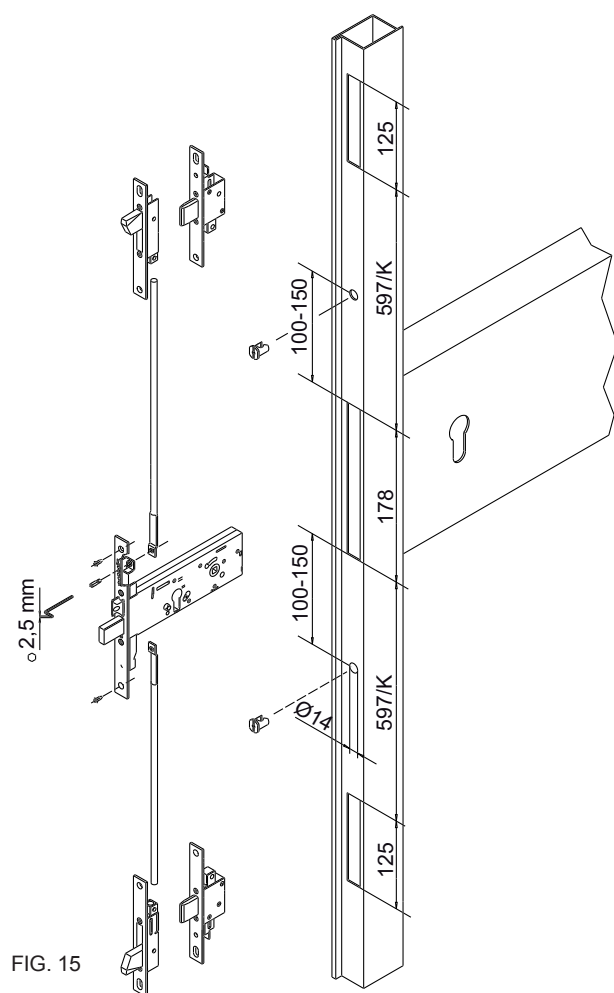

FIG. 15
- D)** Fasi di installazione con coppia deviatori con aste interne art. 06443.00/21 (Fig. 15).
- D)** Phases d'installation avec couple de déviateurs avec tiges internes art. 06443.00/21 (Fig. 15).
- D)** Installation steps with pair of diverting devices with internal extended bolts item 06443.00/21 (Fig. 15).
- E)** Installation steps with personalised distance extended bolts item 04449-00-0
- D)** Fases de instalación con par de desviadores con varillas interiores Art. 06443.00/21 (Fig. 15).